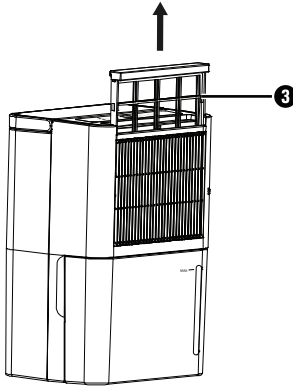

Fig. 6
- ◆ Filtrul de aer **3** se află în spatele grilei de admisie a aerului **2**. Prindeți cu degetele marginea de prindere a filtrului de aer **3** și trageți-l în sus din aparat (a se vedea fig. 6).